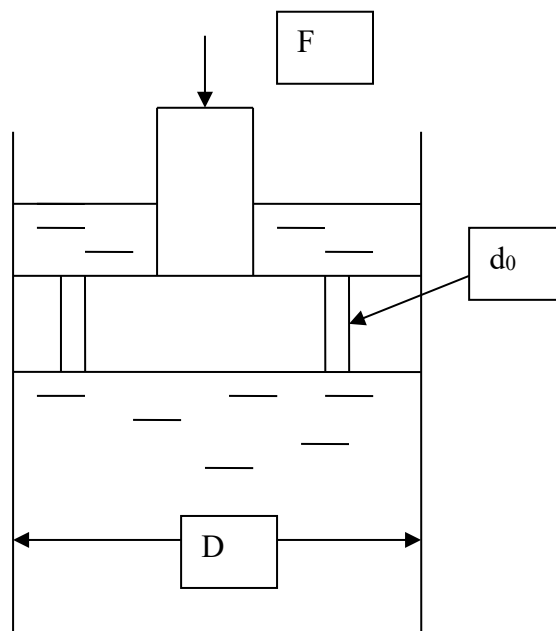

Рис.10
**Задача 11.** Определить скорость перемещения поршня вниз, если к штоку приложена сила  $F = 10 \text{ кН}$ . Поршень диаметром  $D = 50 \text{ мм}$  имеет пять отверстий диаметром  $d_0 = 2 \text{ мм}$  каждое. Отверстия рассматривать как внешние цилиндрические насадки с коэффициентом расхода  $\mu = 0,82$ ;  $\rho = 900 \text{ кг/м}^3$ . Рис. 10.